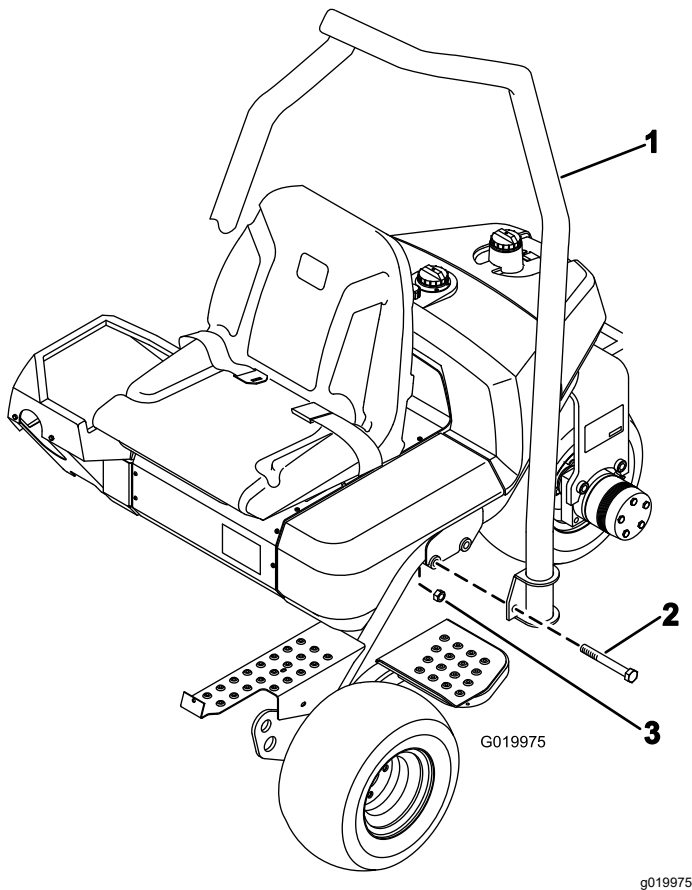

Рисунок 4
1. Расположите защитную дугу так, чтобы верхняя часть изгиба трубы была направлена к передней стороне машины (Рисунок 4).
2. Опустите защитную дугу на раму, совместив с монтажными отверстиями (Рисунок 4).
3. Прикрепите каждую сторону защитной дуги к раме 2 болтами (⅝ x 4½ дюйма) и контргайками, как показано на Рисунок 4.